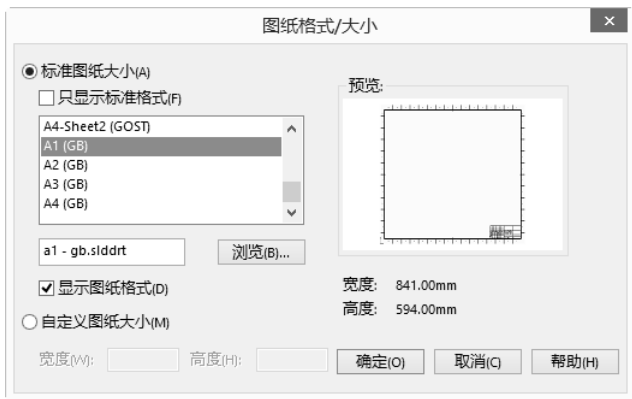

图 6-2 选择图纸格式
- 4) 右击左下角“添加图纸”按钮, 在弹出的“图纸格式/大小”对话框中 (见图 6-2), 选择图纸格式。